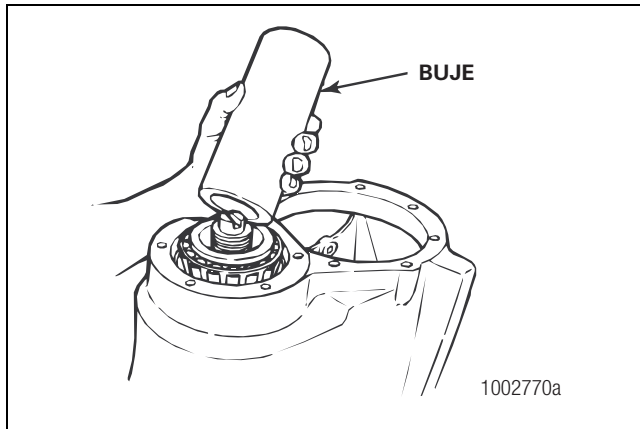

Figura 5.9
4. Use una prensa y buje para instalar el cono del cojinete en el piñón. No aplique más de dos toneladas inglesas (1814 kg) de fuerza para verificar que el cono esté instalado correctamente. Figura 5.9.